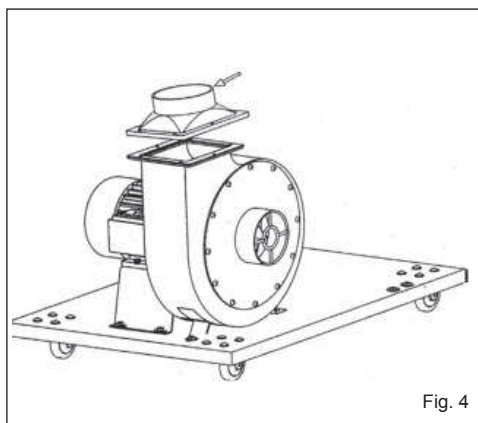

Fig. 4
3. Fixer le groupe moteur/convoyeur avec les montants en utilisant les vis, rondelles et écrous spéciaux (**Fig. 4**).